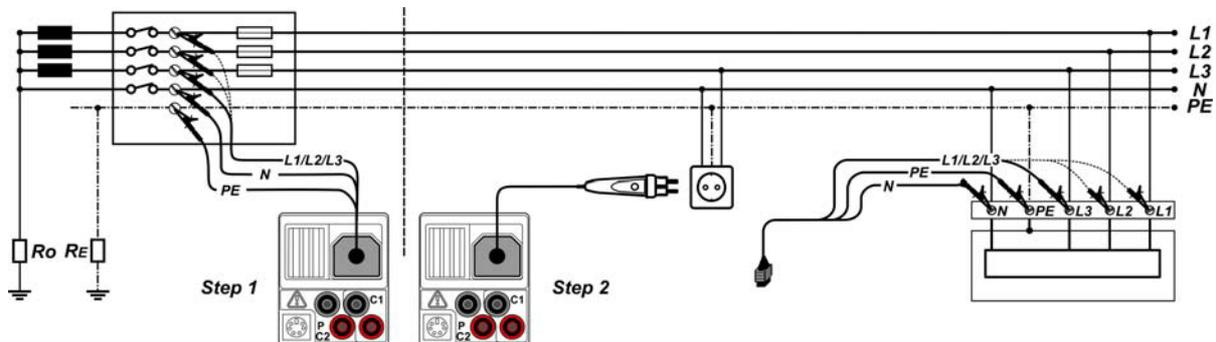

Bild 5.30: Spannungsfallmessung Phase-Nullleiter oder Phase-Phase – Anschluss des Plug Commanders und des Universalprüfkabels
- **Schließen** Sie die Prüflitungen an der Referenzstelle **an** (siehe Bild 5.30).
- **Schließen** Sie die Prüflleitungen am Prüfling an (siehe Bild 5.30).